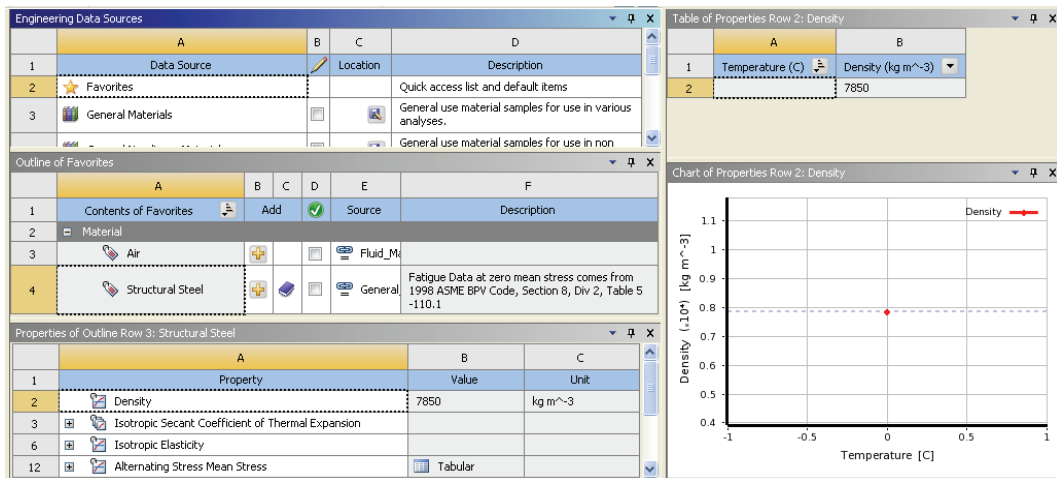

图 6-11 添加常见材料界面
2) 在界面的空白处单击鼠标右键, 在弹出快捷菜单中选择 Engineering Data Sources, 此时的界面会变为如图 6-11 所示的界面。原界面窗口中的 Outline of Schematic A2:Engineering Data 消失, Engineering Data Sources 及 Outline of Favorites 窗口将出现。